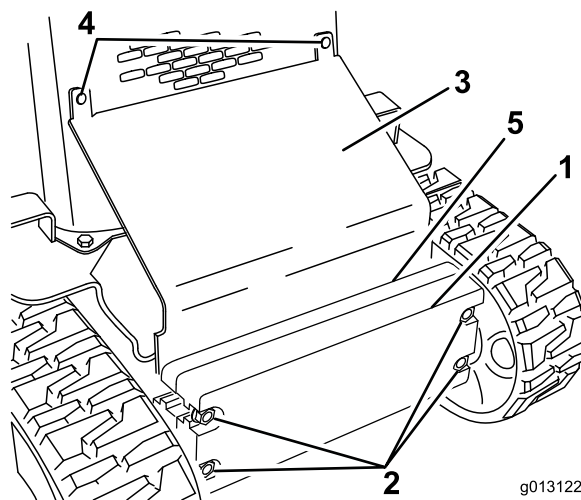

Figura 29
- Allentate i bulloni di fissaggio dei pesi (Figura 29).
- Rimuovete i bulloni a testa tonda e i dadi che fissano la piastra inclinata (Figura 29).
10. Fate scorrere la piastra inclinata tra il telaio e i pesi e fissatela alla griglia anteriore con i bulloni a testa tonda e i dadi precedentemente rimossi (Figura 29).
11. Serrate i bulloni di fissaggio dei pesi anteriori (Figura 29).